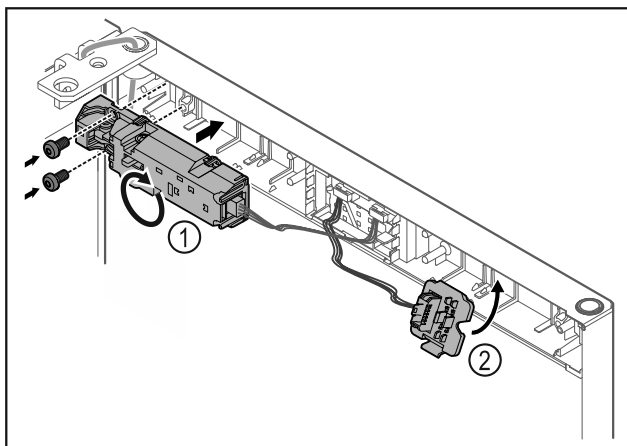

Fig. 21
- ▶ Fernschloss Fig. 21 (1) um 180° drehen und auf Gegenseite befestigen.
- ▶ Steckerhalterung Fig. 21 (2) auf Gegenseite einrasten.